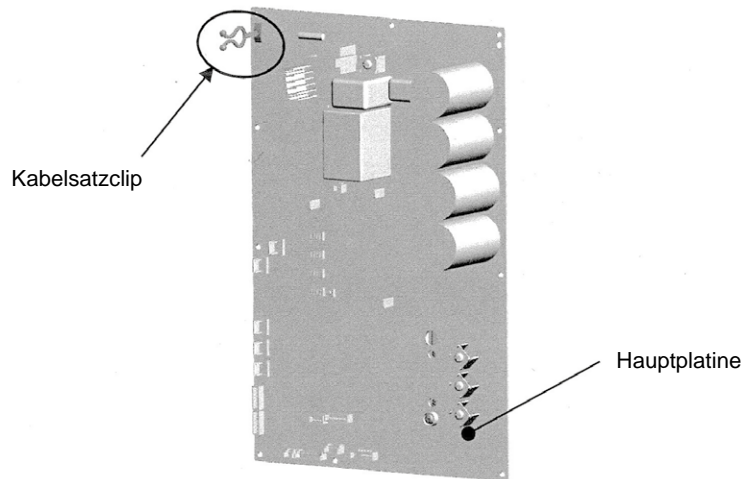

Abb. 6 Installation des Kabelsatzclips
- Den mitgelieferten Kabelsatzclip an der neuen Hauptplatine installieren, wie in Abb. 6 dargestellt.